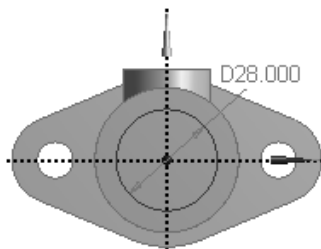

图 3.3.22 截面草图 4
(1) 绘制草图 4。在“草图绘制”工具条的 **XYPlane**  下拉列表中选择 XYPlane 平面为草图平面，单击“New Sketch”按钮，绘制图 3.3.22 所示的截面草图。